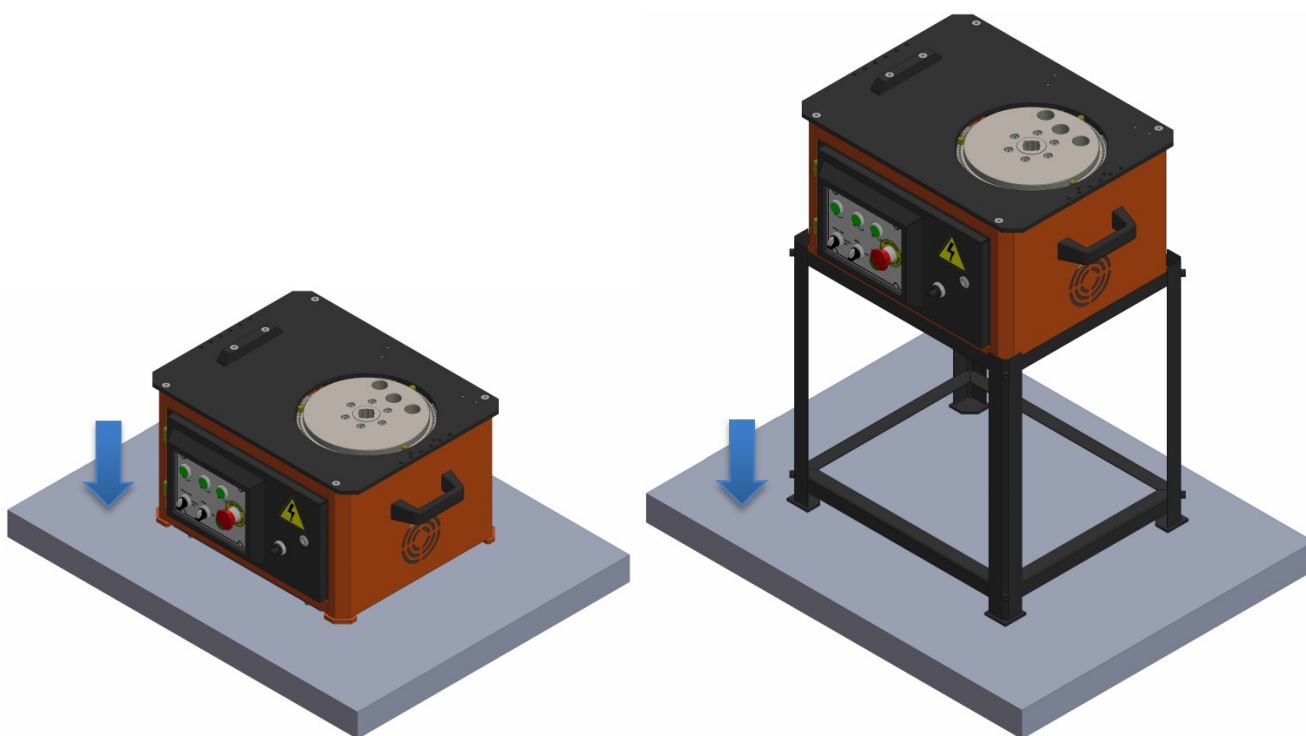

Abbildung 2: Positionierung der Maschine auf stabilem Untergrund
- Die Maschine ist auf einem stabilen Untergrund zu installieren und sicher am Boden zu verankern. (Siehe Abbildung 2)